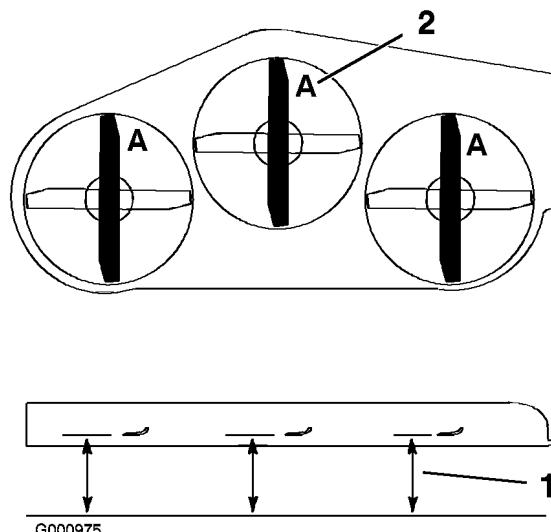

Figura 81
3. Girate le lame fino a disporle in parallelo con la lunghezza della macchina (Figura 81). Misurate da un piano orizzontale fino al tagliente delle lame, posizione A, (Figura 81). Prendete nota di questa misura.